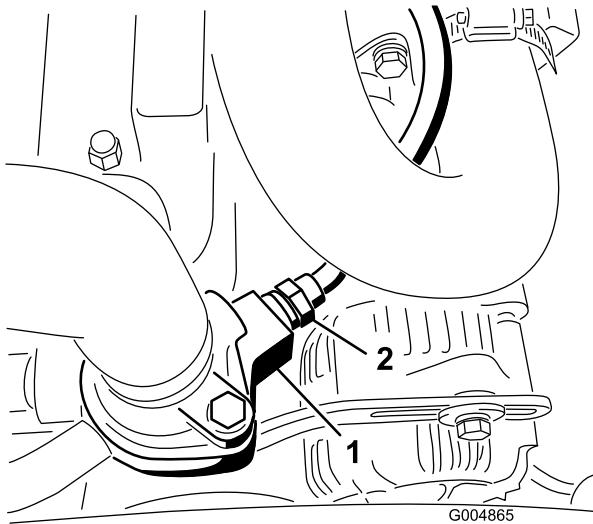

Рисунок 17
5. Отсоедините провод и снимите переключатель с правой стороны корпуса термостата двигателя (Рисунок 17).